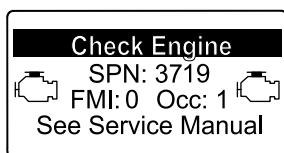

図 57
- リカバリ再生が必要になると、インフォセンターにエンジン警告 SPN 3719, FMI 16 (図 57) が表示され、エンジン出力が 85% にダウンします。